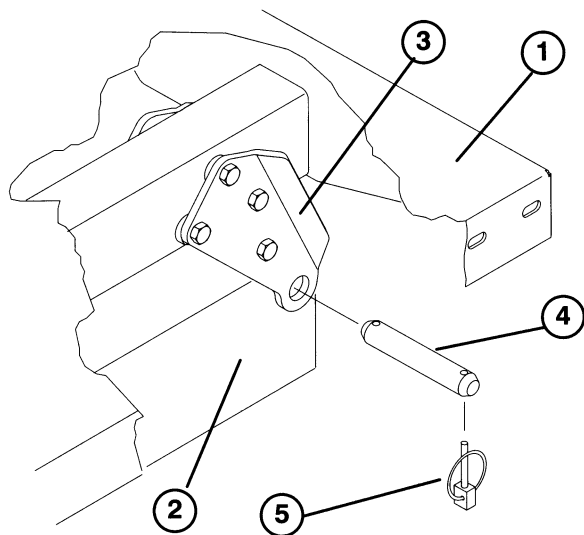

Fig. 2
3. Rimuovere i perni con testa che fissano l'estremità delle aste dei cilindri alle piastre di montaggio del pianale, premendo i perni verso l'interno (Fig. 2).
4. Rimuovere gli acciarini ed i perni con testa che fissano le staffe di articolazione ai profilati del telaio (Fig. 2).
**N.B.** Verificare che le piastre di articolazione posteriori siano bullonate al telaio o ai profilati del pianale in modo che il lato inferiore sia inclinato all'indietro (Fig. 2).
2. Appoggiare con cautela il pianale sul telaio del veicolo, allineando i fori della piastra di articolazione del telaio posteriore con i fori nel profilato del telaio posteriore, ed inserire i 2 perni con testa e gli acciarini (Fig. 2).